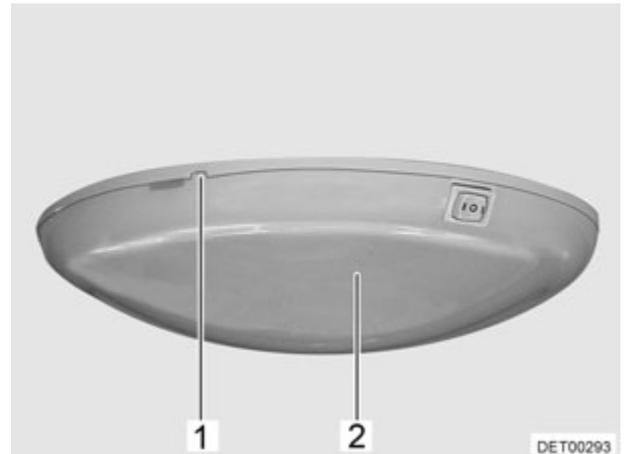

Fig. 193 Plafonnier
- Soulever prudemment le couvercle (Fig. 193,2) avec un outil approprié (p. ex. tournevis) au niveau de l'encoche (Fig. 193,1) et le retirer.